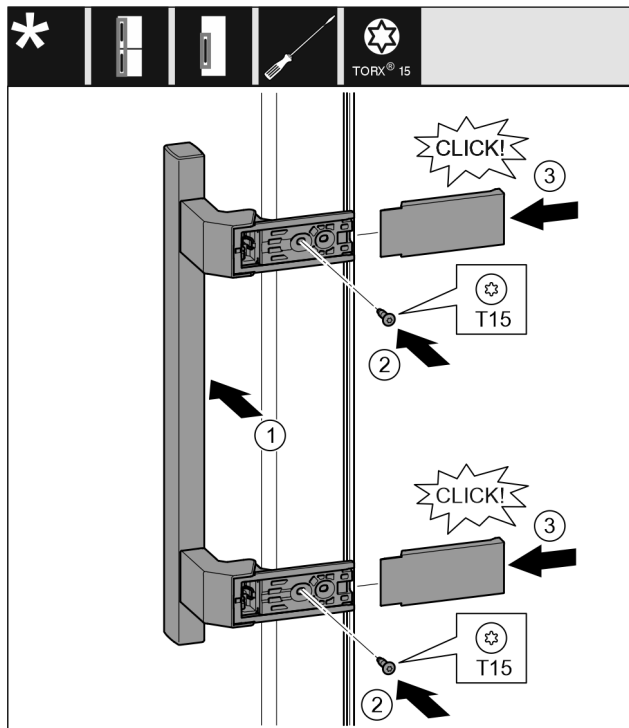

Fig. 18
- ▶ Colocar el tirador en el otro lado. Fig. 18 (1)
- ▶ Apretar los tornillos con el destornillador T15. Fig. 18 (2)
- ▶ Colocar y desplazar lateralmente las cubiertas. Fig. 18 (3)